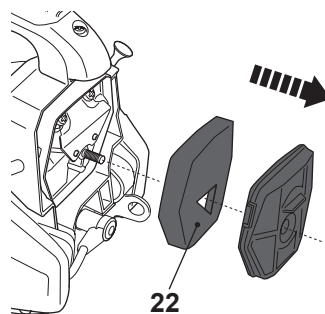

Fig. 61
- > Ôtez le filtre [22] avec son panneau de fixation (Fig. 61).